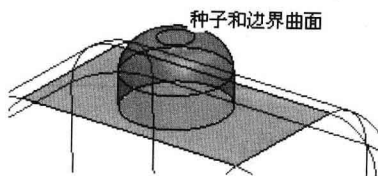

图 1.12
(3) 在工具栏中单击  按钮，然后单击  按钮，模型如图 1.12 所示。